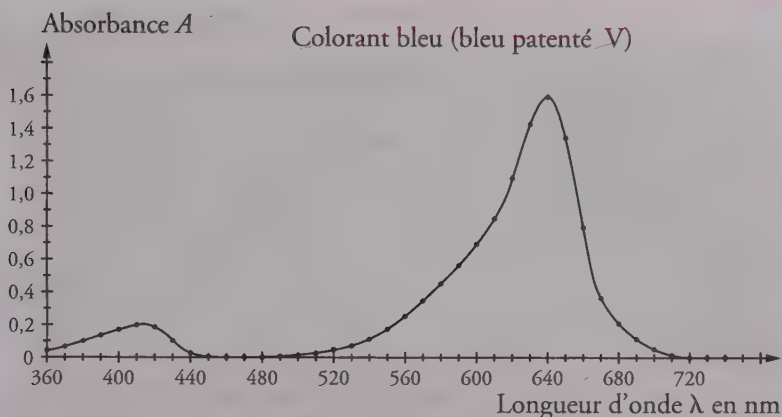
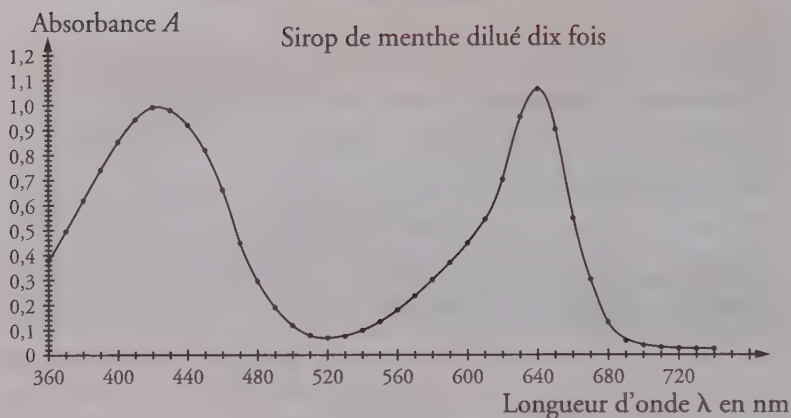

Figure 3
Figure 4
À l'aide d'un spectrophotomètre, on obtient les courbes donnant l'absorbance A en fonction de la longueur d'onde λ pour les trois solutions. Les courbes obtenues pour les colorants sont représentées sur la figure 3 ci-dessous et celle obtenue pour le sirop de menthe dilué est représentée sur la figure 4 de l'annexe (à rendre avec la copie).
2. À partir des figures 4 et 5, déterminer graphiquement la concentration massique en colorants jaune et bleu dans le sirop dilué. On fera apparaître clairement les constructions sur les figures 4 et 5 de l'annexe.